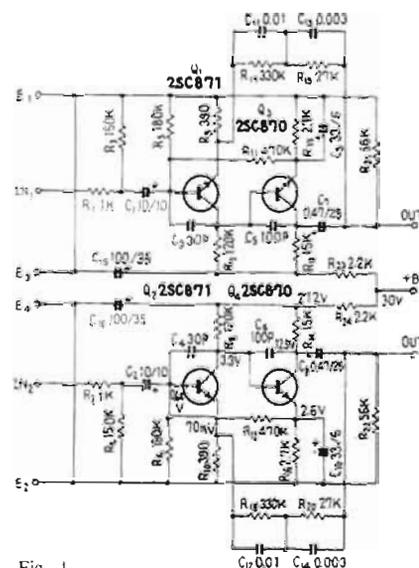

Fig. 1
a) Le préamplificateur d'entrée (Fig. 1) :